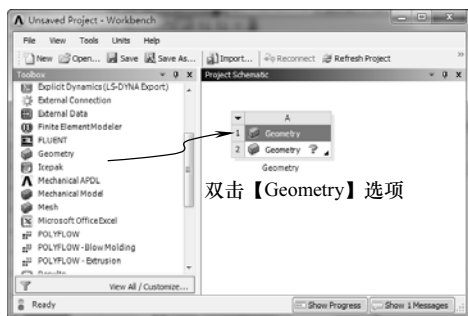

图 5-36 创建分析项目 A
3) 双击【Toolbox (工具箱)】中【Component Systems】下的【Geometry】选项, 即可在【Project Schematic (项目管理区)】创建分析项目 A, 如图 5-36 所示。